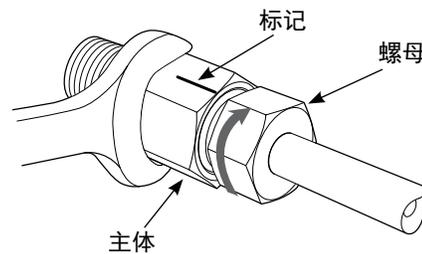

图 5 用扳手拧紧螺母
12. 对准螺母的一条六角边在接头本体上划一个标记。牢牢固定住接头本体，将螺母拧紧三分之一圈，或从划好的标记拧进两个六角边。参见图 5。